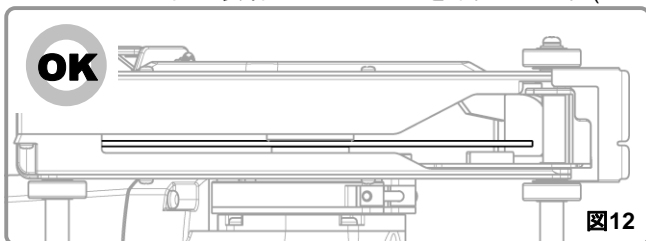
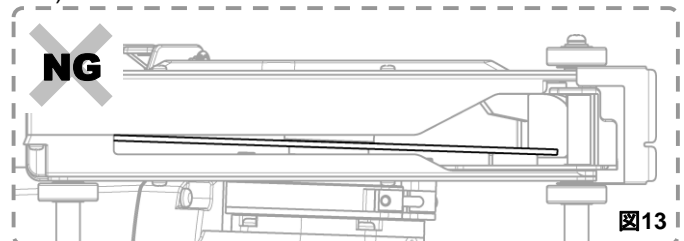

図12
図13
15. ブレードが平行に装着されていることを確認のこと。(図12、図13)